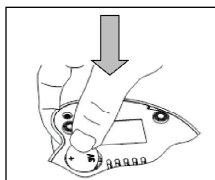

Figure 2
2. Pour placer la position de la pile de telle sorte que la borne positive (+) orientée vers le haut, puis de celui-ci correspond au bord dans les languettes en plastique et appuyer jusqu'à ce qu'il soit retenu, la figure 2.